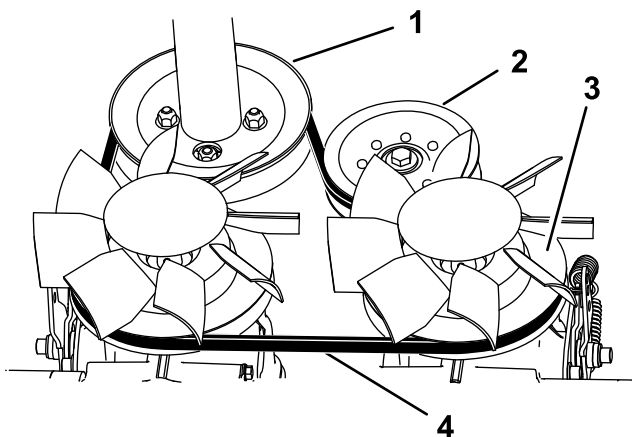

Figure 41
9. Acheminez la courroie neuve autour de la poulie du moteur et des 2 poulies de transmission (Figure 41).